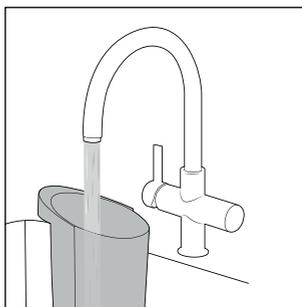

Fig. 23
- ◆ Rincez le réservoir d'eau sale ② à l'eau courante chaude (voir fig. 23).